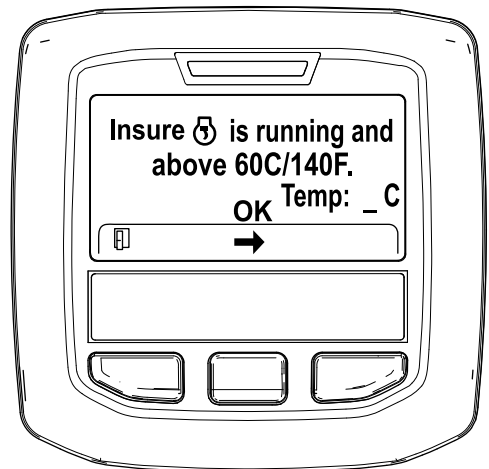

Figura 48
- Si la temperatura del refrigerante se encuentra por debajo de 60 °C (140 °F) aparece el mensaje "Insure ☺ is running and above 60C/140F" (Asegúrese de que está funcionando y por encima de 60 °C/140 °F). (Figura 48).